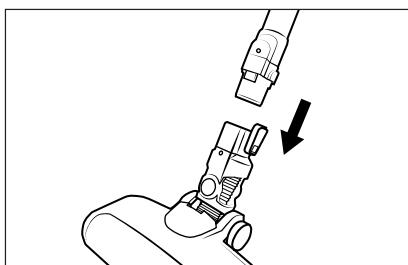

Abb. 2
- 2) Schieben Sie das Saugrohr 23 in die Bodenbürste 21, bis es hörbar mit einem Klickgeräusch einrastet (siehe Abb. 2).